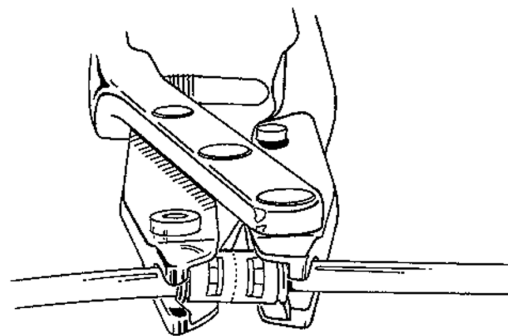

Figura 4-20. Plasați conectorul în instrumentul de asamblare
10. Plasați capetele conectorului între fălcile instrumentului (**Figura 4-20**).
**ATENȚIE: Verificați tuburile înainte de a închide instrumentul de asamblare. Tuburile nu trebuie să fie prinse între fălcile instrumentului de asamblare și conector. Tuburile trebuie să iasă în linie dreaptă din capetele conectorului, prin fantele instrumentului de asamblare. După utilizarea instrumentului de asamblare AMS Quick Connect, tuburile trebuie să se bombeze prin fereastra conectorului. Acest lucru arată că tuburile încă sunt în contact strâns cu peretele mijlociu al conectorului. Capătul colierului din afara conectorului trebuie să fie paralel și aproape la același nivel cu capătul conectorului. (Figura 4-20) Acest lucru arată că colierul a fost introdus complet în conector și atașat la acesta. Trageți cu fermitate de ambele capete ale conectorului pentru a confirma faptul că a fost realizată o conexiune adecvată.**